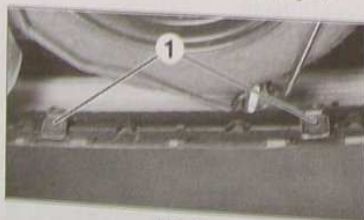

FIG.44
- Déposer les 2 vis (1) sous le bouclier (Fig.44).